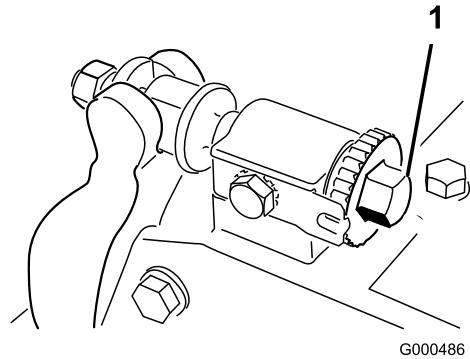

Figure 10
1. Placez la machine sur une surface de travail plane et horizontale. Supprimez le contact avec le cylindre en tournant les vis de réglage de la barre d'appui dans le sens antihoraire (Figure 10).